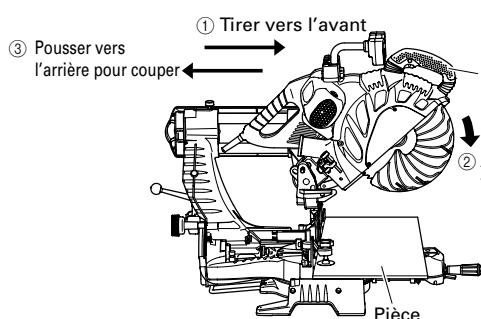

Fig. 29
Puis, appuyer sur la poignée et ramener la lame vers l'arrière pour couper la pièce comme indiqué à la Fig. 29. Cela facilitera la coupe des pièces d'une hauteur allant jusqu'à 4-3/16" (107 mm) et d'une largeur allant jusqu'à 12-1/4" (312 mm).
- \* Lors d'une coupe avec chariot, procéder comme indiqué à la Fig. 29.